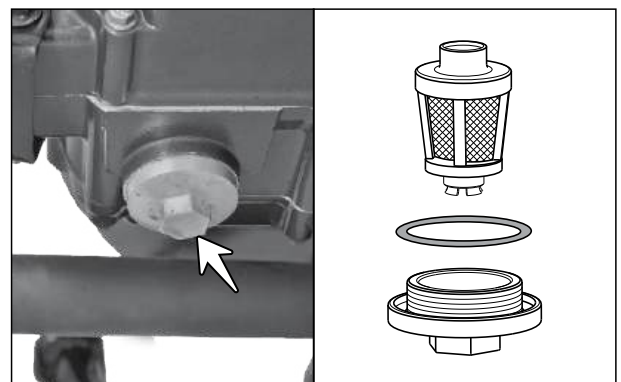

Fig. 4.22
- O filtro de óleo é fornecido no lado direito da carcaça do motor, na entrada da bomba de óleo, instalado no bujão de drenagem de óleo (seta). (Fig. 4.22)